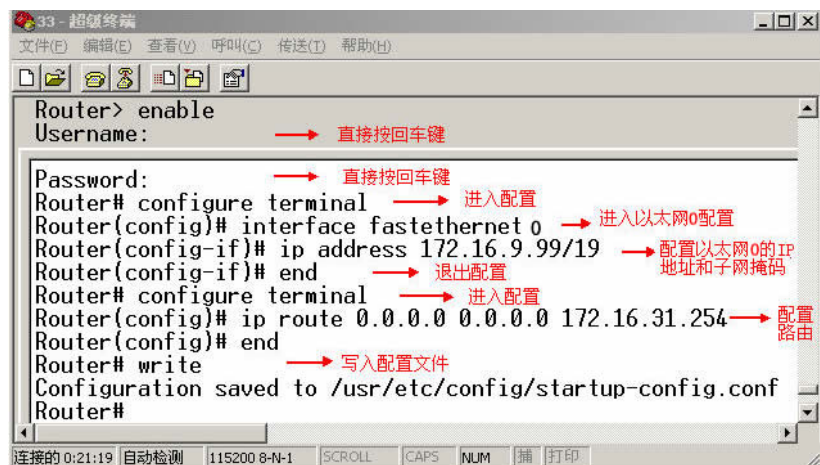

图6-5 配置
- 通过图 6-5 中的命令可以对 8000C 的网络路由进行配置。